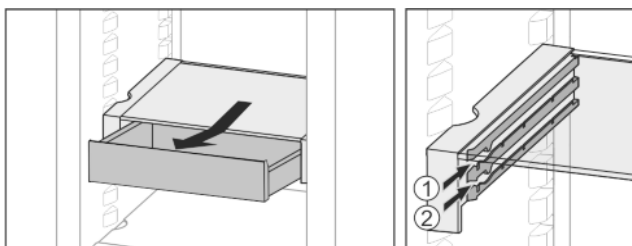

Fig. 21
- ▶ Skub den ind i den ønskede højde Fig. 21 (1) eller Fig. 21 (2).